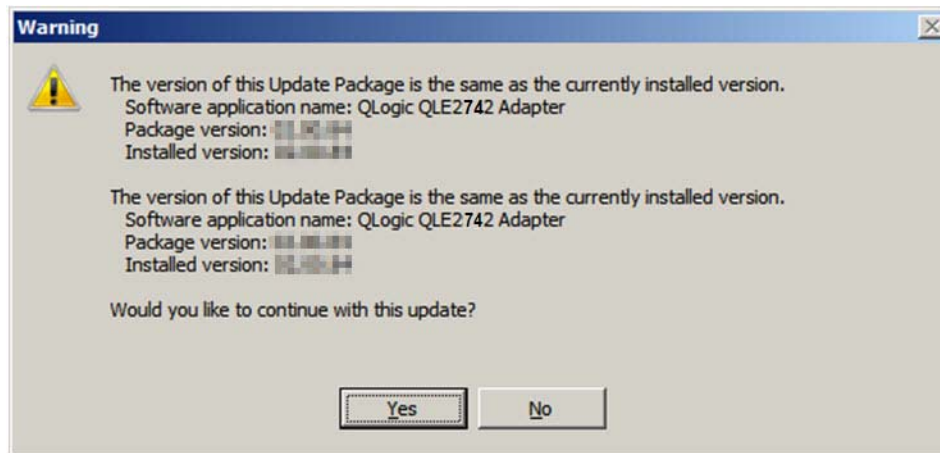

Figura 3-2. Continuar a instalação do pacote de atualização da Dell
2. Siga as instruções do instalador. Se uma mensagem de advertência for mostrada (Figura 3-2), clique em **Yes** (Sim) para continuar a instalação.